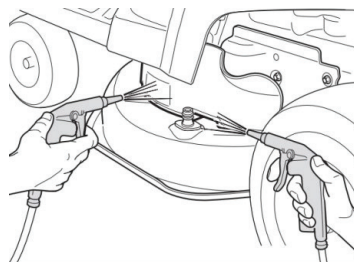

Рис. 24
- Продуйте и просушите корпус и платформу с помощью компрессора (Рис. 24).